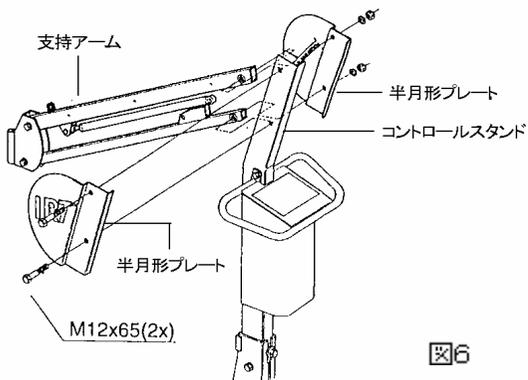

図6
- ① 図6に示すように、支持アームをコントロールスタンドへ差し込み、半月形プレートを両側から挟んで、ボルト・ナットを締め付けてください。支持アームは下側を先に差し込むと作業が楽になります。